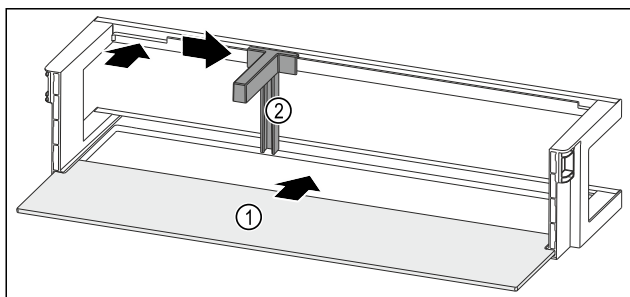

Fig. 279 Balconcino controporta con ripiano
- Inserire il ripiano Fig. 279 (1) negli incavi laterali.
- Inserire il fermabottiglie Fig. 279 (2) nell'incavo.
- Fare scorrere il fermabottiglie Fig. 279 (2) lateralmente alla posizione desiderata.